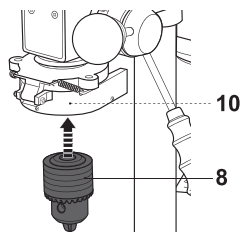

Fig. 5
- > Monte o mandril (8) no veio (10) (Fig. 5).
- > Coloque uma peça de descarte de madeira na mesa do berbequim (7).
- > Gire as pegas (4a) para baixar o mandril (8) até à posição mais baixa e forçar a entrada do mandril no veio (10).